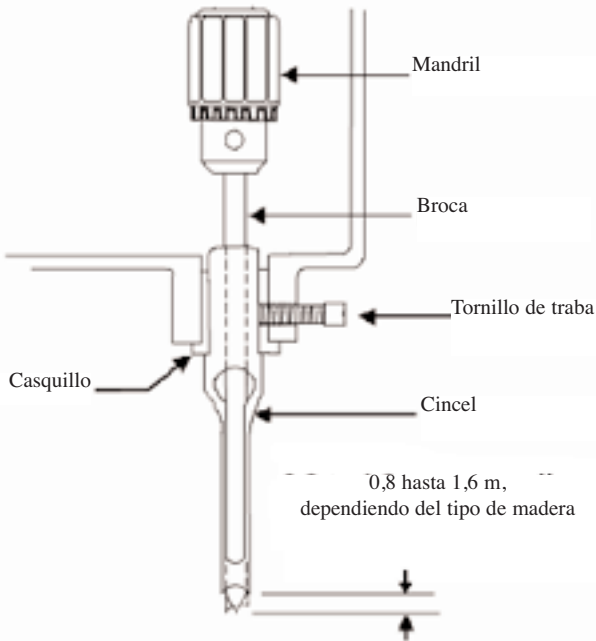

Figura 2
1. Suelte el tornillo de traba indicado en la figura 2.